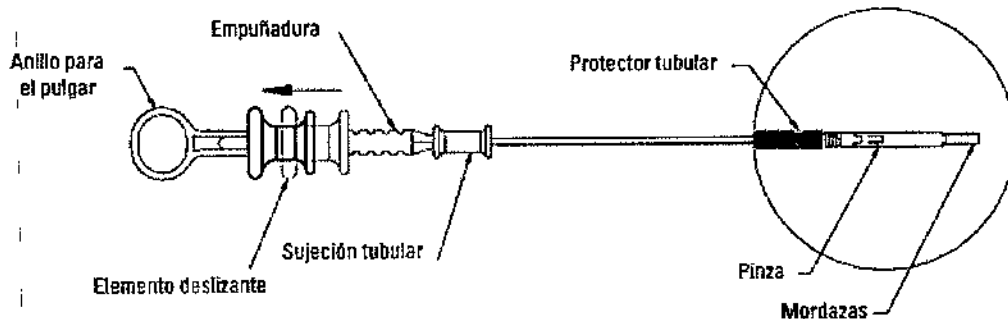

Figura 4: Cierre de la pinza Resolution™
2. Para cerrar la pinza Resolution en la ubicación deseada, mueva el elemento deslizable en dirección proximal hasta que aprecie una resistencia táctil en la empuñadura, según se muestra en la figura 4. Ahora puede evaluarse la posición de la pinza antes de su aplicación.